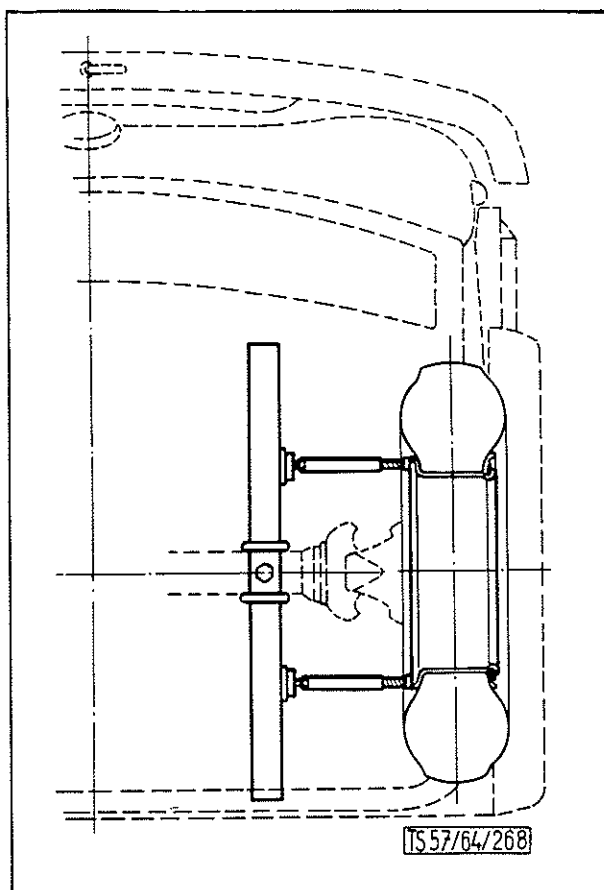

Bild 13: Vorderräder in Geradeausstellung blockieren
- a) Linkes Vorderrad durch den Einbau von zwei Spreizern zwischen Radfelge (hinten und vorn) und Vorderfeder in Geradeausfahrtstellung blockieren. (Bild 13).